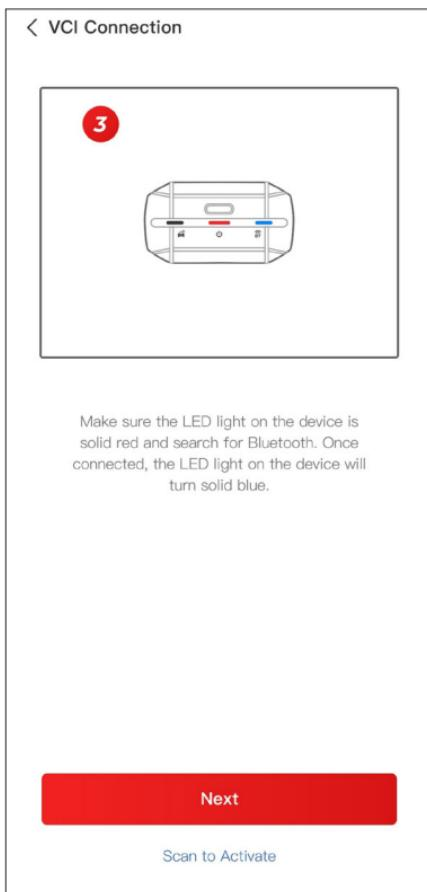

Figura 3-6
③ Accertati che la luce LED del dispositivo sia rossa costante e cerca il Bluetooth. Una volta connesso, la luce LED del dispositivo diventerà blu costante (vedi Figura 3-6).